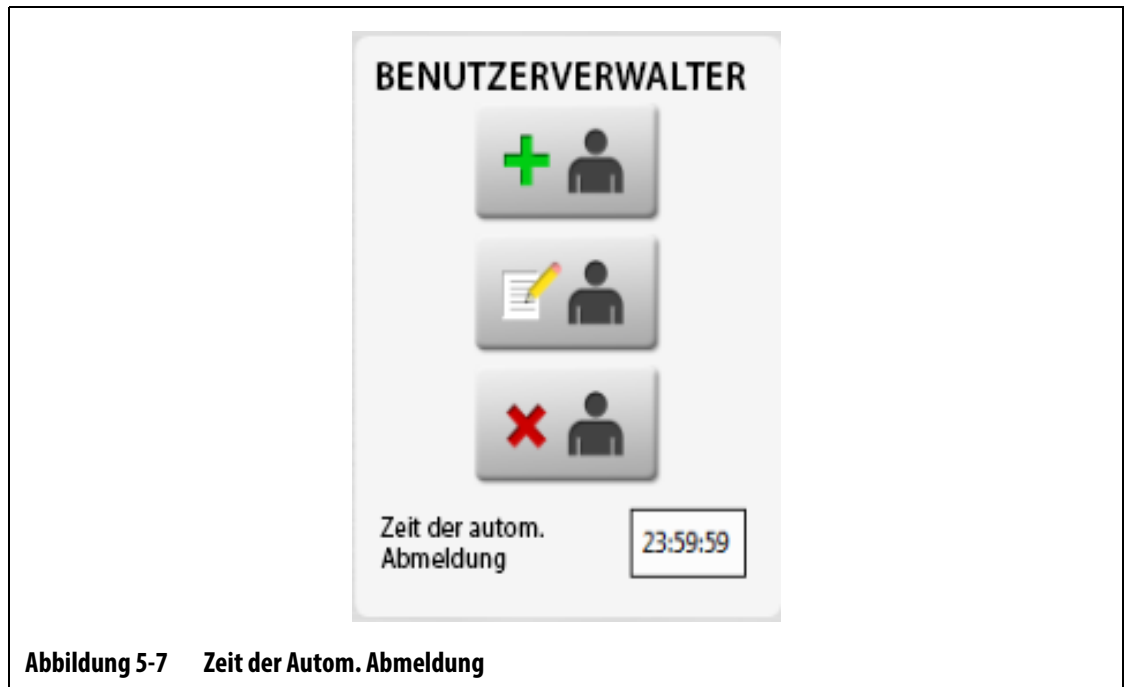

Abbildung 5-7 Zeit der Autom. Abmeldung
3. Berühren Sie das Feld **Auto Logout Time** (Zeit bis zum automatischen Abmelden), und geben Sie den gewünschten Zeitwert in das Dialogfenster ein. Siehe Abbildung 5-7.